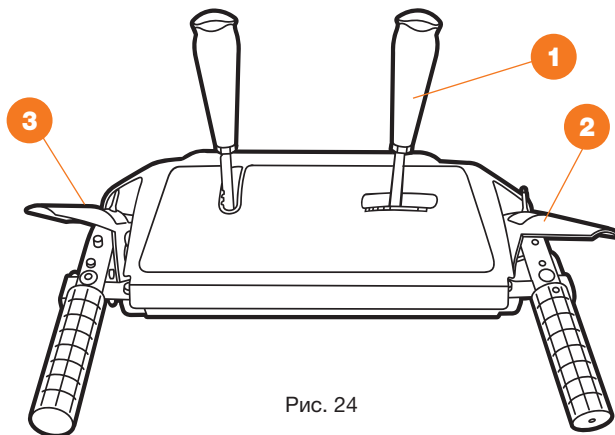

Рис. 24
- Установите требуемую рабочую скорость на панели управления. Перемещая рычаг выбора скорости **1**, установите его в одно из четырех положений **ВПЕРЕД** или в положение **НАЗАД** (Рис. 24).
- Нажмите на рукоятку включения вращения шнека **2** и шнеки начнут вращаться. При отпускании рукоятки шнеки остановятся (Рис. 24).
- Нажмите на рукоятку включения привода колес **3** и снегоуборщик начнет движение. При отпускании рукоятки снегоуборщик остановится (Рис. 24).
- При одновременном нажатии рукоятки включения вращения шнека **2** и рукоятки включения привода колес **3**, рукоятку **3** можно отпустить, при этом движение снегоуборщика продолжится. Таким образом, не останавливая процесс уборки, вы можете свободной рукой отрегулировать направление и дальность выброса или включить фару (Рис. 24).
- Для остановки снегоуборщика отпустите рукоятку включения вращения шнека **2** и привод колес автоматически выключится (Рис. 24).
- При отпущенной рукоятке включения вращения шнека **2** (в верхнем положении), тросик привода должен иметь небольшое ослабление. Он не должен быть сильно натянут (Рис. 24).
- Находясь в положении оператора (за снегоуборщиком) включите шнек, нажав на рукоятку включения вращения шнека **2** (Рис. 24).
- Оставьте шнек в рабочем состоянии примерно на 10 секунд, после чего отпустите рукоятку включения вращения шнека ② (Рис. 24). Повторите эту процедуру несколько раз.
- При включенном двигателе и установленной в верхнее положение рукоятке включения шнеков ②, подойдите к снегоуборщику со стороны ковша (Рис. 24).